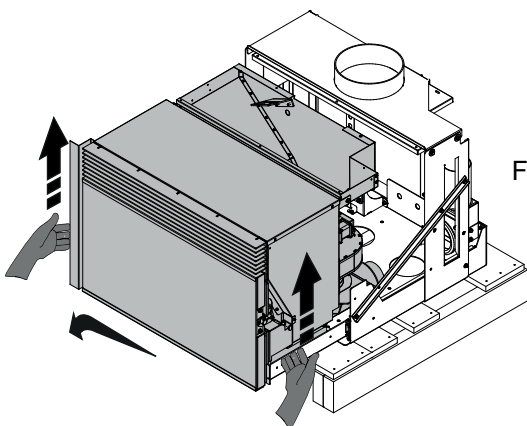

Fig. 6.1.5
10. Lever la machine et la retirer des rails (Fig. 6.1.5) ;